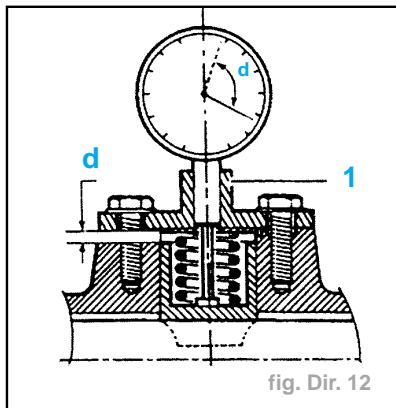

fig. Dir. 12
- L'épaisseur de cales à mettre est donc : $e = d + 0,11 \text{ mm}$ (fig. Dir. 12).